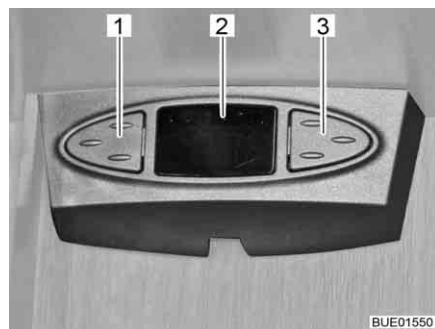

Fig. 40 Mouse satellitare
A seconda del modello l'impianto satellitare è equipaggiato con un mouse satellitare. Il puntatore (Fig. 40,2) del mouse satellitare indica il canale impostato. I due tasti permettono di controllare le funzioni base dell'impianto satellitare (cambio emittente, accensione/spegnimento).
- Selezionare l'emittente precedente dall'elenco delle emittenti: Premere il tasto di sinistra (Fig. 40,1).
- Selezionare l'emittente successiva dall'elenco delle emittenti: Premere il tasto di destra (Fig. 40,3).
- Passaggio tra radio e TV: Premere brevemente e contemporaneamente i tasti (Fig. 40,1 e Fig. 40,3).
- Accensione/spegnimento del ricevitore: Premere contemporaneamente e tenere premuti i tasti (Fig. 40,1 e Fig. 40,3).